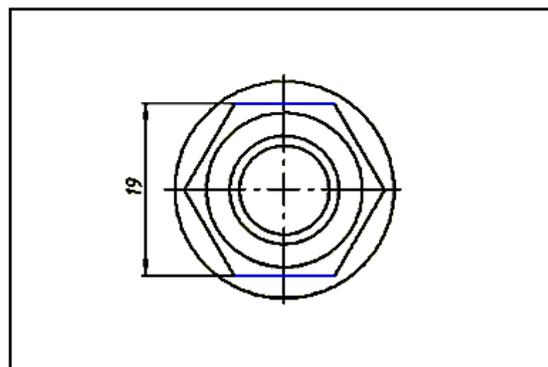

Рис. 104. Нанесение размера «Под ключ»
17. Нанесите размеры. Для этого выберите на ленте вкладку «Пояснение (ESKD)» ► панель «Размеры» ► команду «Размеры» H . В графическом окне выберите геометрию и перетащите курсор для отображения размера. Для установки размера в соответствующую позицию щелкните левой кнопкой мыши (рис. 104).